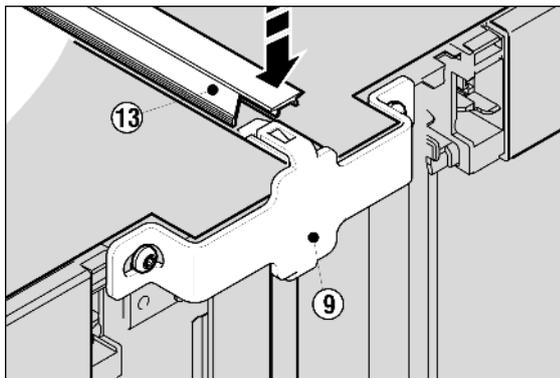

Fig. 8
- ▶ Na parte superior, pressionar a moldura curta Fig. 8 (13) na fenda. Assegurar que a reentrância da moldura de cobertura fique orientada para a frente do aparelho. A moldura deverá terminar alinhada com a aresta dianteira do tampo do aparelho.